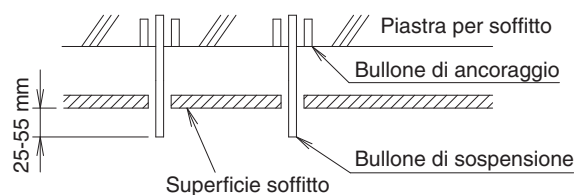

Fig. 9
(4) Installare i bulloni di sospensione.
- Regolare in anticipo la distanza del bullone di sospensione dal soffitto. **(Fare riferimento alla Fig. 9)**
- I componenti illustrati in Fig. 9 verranno forniti in loco.